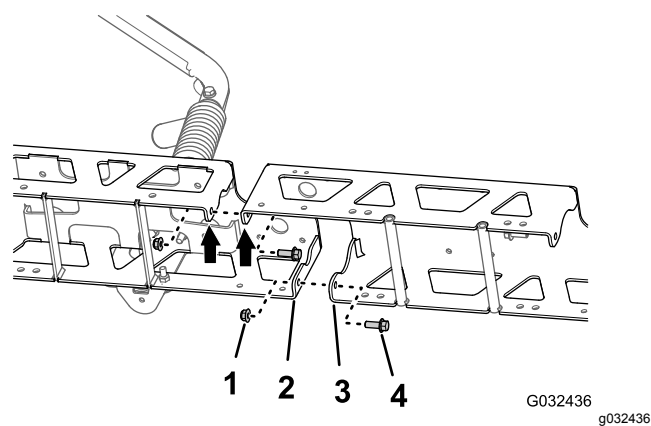

Рисунок 76
с отверстиями в ферменной раме (Рисунок 76).
2. Установите, не затягивая, удлинитель средней секции стрелы на ферменную раму (Рисунок 76) при помощи 2 болтов с фланцевыми головками (3/8 x 1 дюйм) и 2 фланцевых контргаек (3/8 дюйма), снятых при выполнении пункта 1 раздела Разделение ферм средней секции стрелы \(страница 37\).
3. Совместите отверстия в вертикальных фланцах удлинителя средней секции стрелы с отверстиями в другой ферменной раме (Рисунок 76).
4. Установите, не затягивая, удлинитель средней секции стрелы на другую ферменную раму (Рисунок 76) при помощи 2 болтов с фланцевыми головками (3/8 x 1 дюйм) и 2 фланцевых контргаек (3/8 дюйма) из доводочного комплекта системы опрыскивания GeoLink (Рисунок 76).